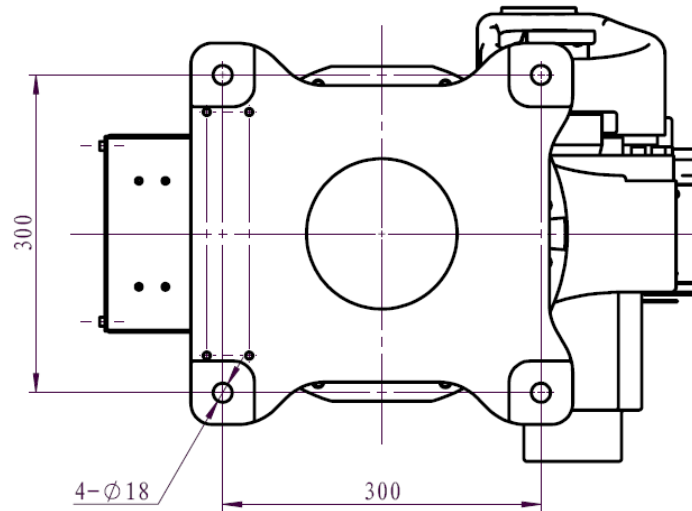

图 3-3 SA1400/SA1800 机器人底座安装孔尺寸
1、SA1400/ SA1800 机器人底座安装孔尺寸如图 3-3 所示。